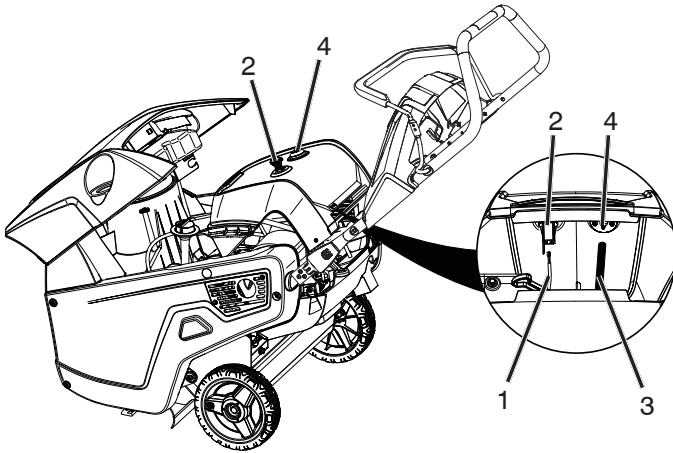

Figure 28
12. Débrancher les câbles électriques à l'arrière du commutateur d'allumage (Figure 28).